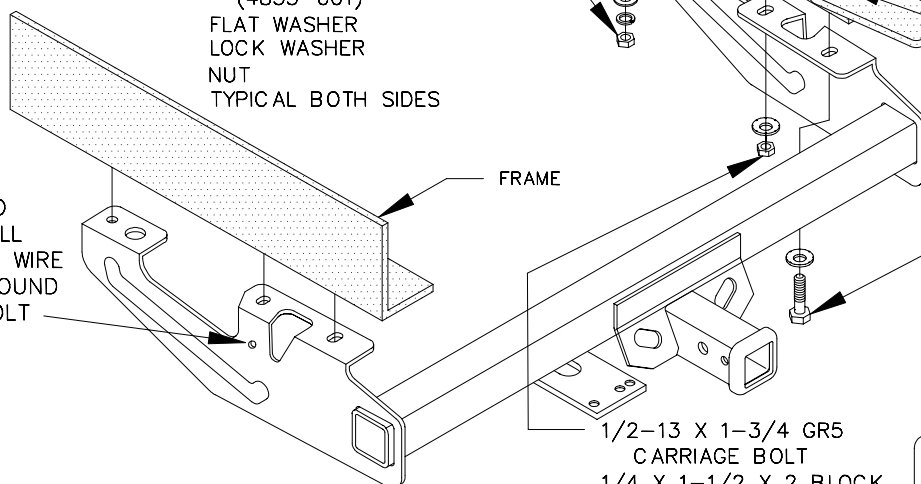

FIGURE 2
6. INSTALL REMAINING FASTENERS AS SHOWN IN FIGURE 2.